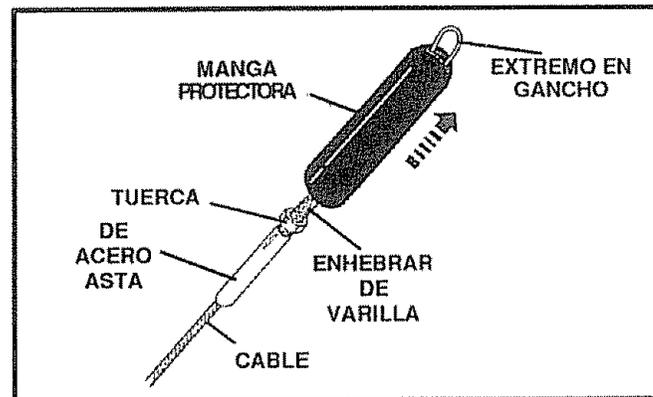

FIG. 11
- Deslice la manga protectora del resorte hacia el extremo en forma de gancho, dejando a la vista la sección con rosca y la tuerca de ajuste (vea la Fig. 11)
- Sujete la sección con rosca y gire el mango de acero hasta que elimine la holgura del cable y esté más tenso (vea la Fig. 11).
- Si el barreno continúa girando, afloje la tuerca y gire el mango de acero 2 ó 3 vueltas para distender el cable; luego, apriete nuevamente la tuerca contra el mango de acero usando las mismas herramientas (vea la Fig. 11).
- If auger continues to turn, loosen nut and twist steel shank 2 or 3 turns to loosen cable and then tighten nut against steel shank using the same tools (See Fig. 11).